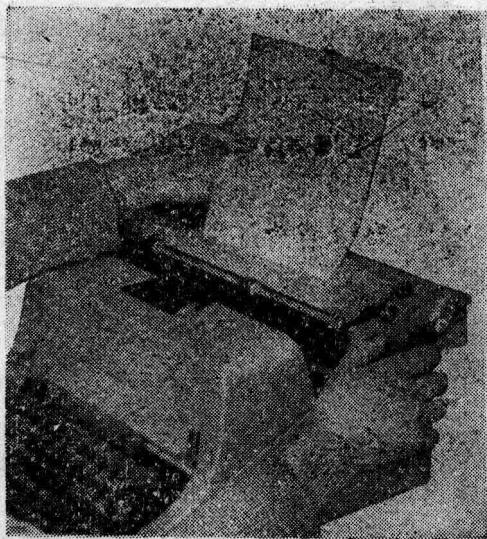
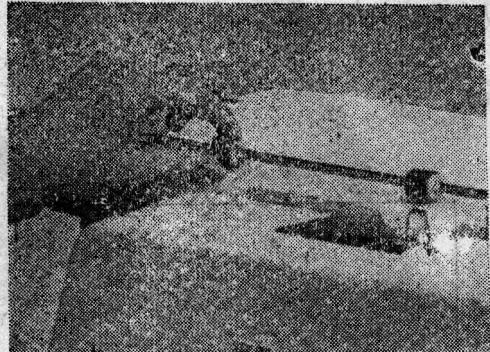

图 2-19
图 2-20
- ① 左手握纸，将纸放入橡皮滚筒下。用右手转动滚筒的旋柄，使纸卷入（见图 2-19）。
- ② 移动“移动刻度尺”作为放纸的基准。
- ③ 向前扳下“松纸扳手”，松开纸张移动对齐，并随手将“松纸扳手”复位。
- ④ 放下“压纸杆”并使杆上的两只橡皮滚筒均匀放置，确保压纸平衡（见图 2-20）。
- ⑤ 使用标尺来调整纸页的横向距离，同时标尺也可作为调整纸页纠正歪斜的依据。